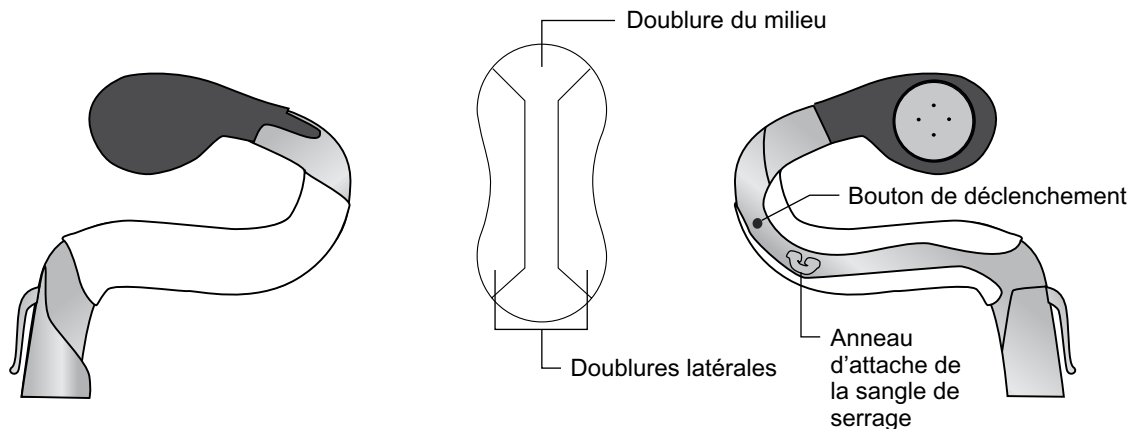

Figure 6-5 : Le couvercle du renfort de poignet adhère au renfort de poignet
5. Vérifiez que l'ensemble du renfort de poignet est protégé. Reportez-vous à la Figure 6-5.